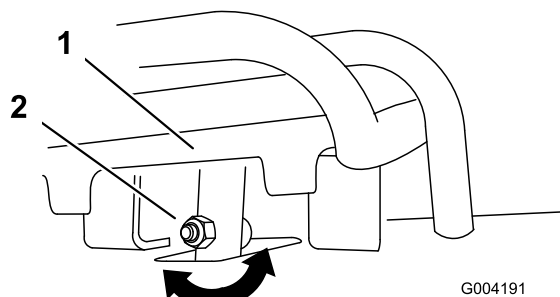
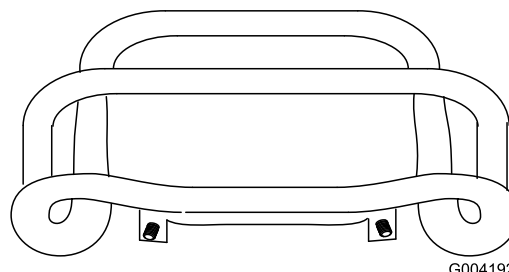

Figure 51
Figure 52
4. Si l'avant de la commande de déplacement n'est pas d'équerre et de niveau avec la barre de référence, desserrez l'écrou et le boulon à embase de la tige de la commande de déplacement (Figure 51).
5. Réglez la commande de déplacement de sorte qu'elle soit de niveau et en appui contre la barre de référence lorsqu'elle est tirée tout droit en arrière (Figure 51 et Figure 52).